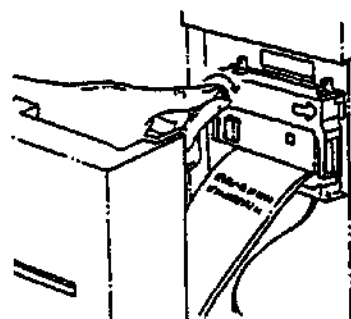

Рис. 5-11: Натягивание принтерной ленты.
5. Поверните по часовой стрелке круглый штырек на картридже, чтобы натянуть ленту (Рис. 5-11).